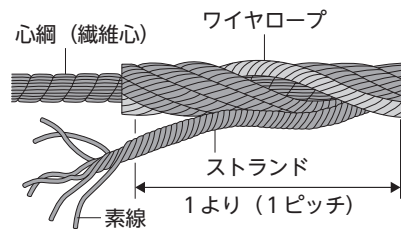

図5-1 ワイヤロープの構造
ワイヤロープは、炭素鋼で作られた継ぎ目のない鋼線をより合わせ、芯となる心綱に巻き付けてより合わせた、多重の構造で作られています(図5-1)。より合わせる鋼線を素線、より合わせたものをストランド(子なわ)と呼びます。こうして作られるワイヤロープの特徴としては、①引張強度が高い、②耐衝撃性に優れる、③長尺物が作れる、④柔軟性がある、などが挙げられます。